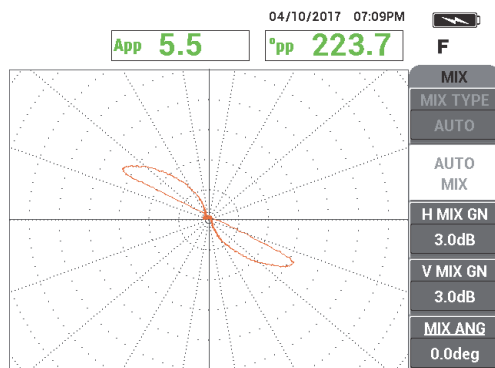

図 5-169 自動ミックス後のスルーウォールホール
7. 1.3mm 貫通穴ホールをゆっくりスキャンし、必要に応じて消去フットスイッチを押して画面を消去します。NORTEC 600 画面でホールの信号が表示されたら、フリーズキー (❄) (250 ページの図 5-169) を押します。